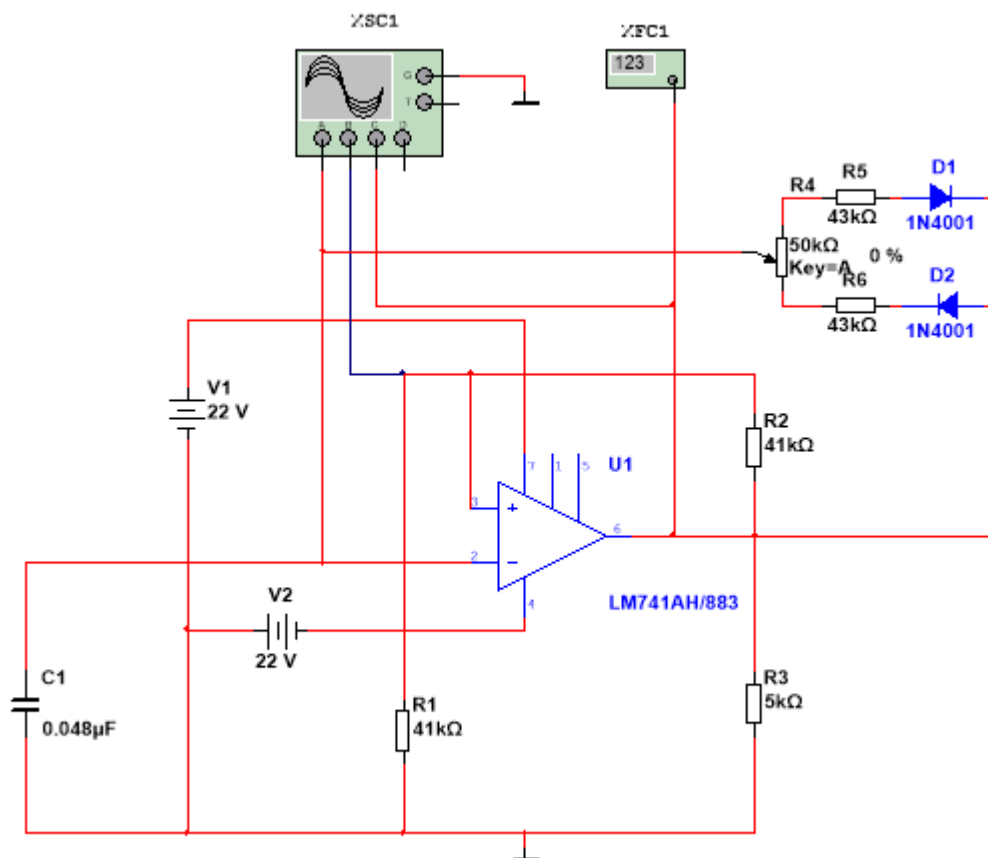

Рис.4 Схема исследования мультивибратора на ОУ с изменяемой скважностью импульсов
**Задание 3.** Соберите, согласно варианту (Табл. 5), на рабочем поле среды Multisim схему для испытания автоколебательного мультивибратора на ОУ, с изменяемой скважностью импульсов. (рис. 4). Запустите процесс моделирования. С помощью осциллографа проверьте наличие импульсов на выходе мультивибратора.